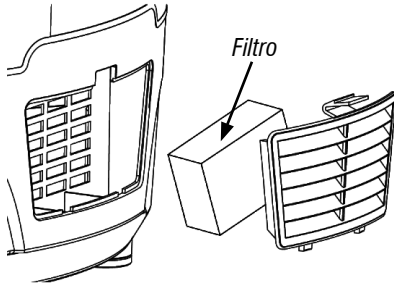

Fig. 11 – Sustitución del filtro
- El usuario debe, frecuentemente, verificar las condiciones del filtro que se encuentra en la parte frontal de la máquina. Una buena condición del filtro influencia directamente el rendimiento del equipo. Para sustituirlo es simple, basta retirar los dos tornillos cabeza phillips, retirar la protección y cambiar el filtro, según muestra la Fig. 11.